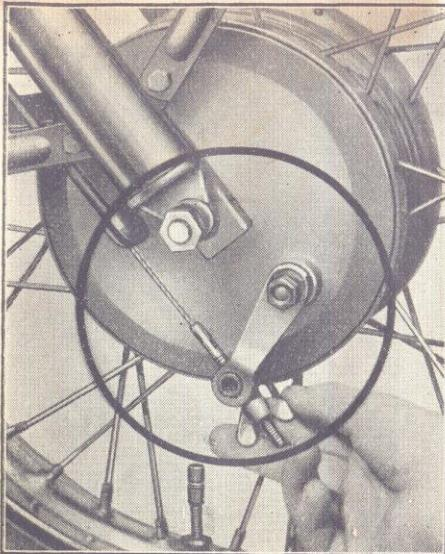

Рис. 19. Регулировка переднего тормоза
3. РЕГУЛИРОВКА ТОРМОЗОВ (рис. 19, 20)